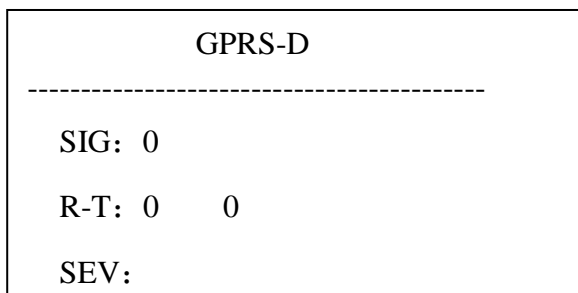

图 35
- 图 35: GPRS-D, GPRS 参数测试界面; SIG 为信号强度, 数值越大, 信号越强; R-T 分别代表接收和发送的数据量; SEV 为 IP 地址; 最后一行为端口号, 详细操作见附件;